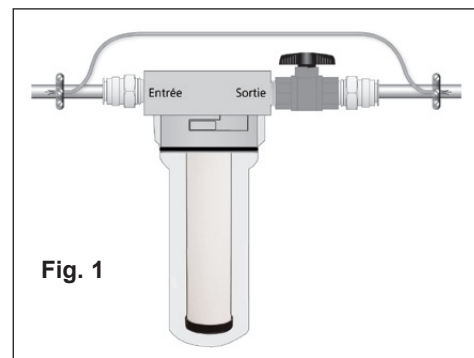
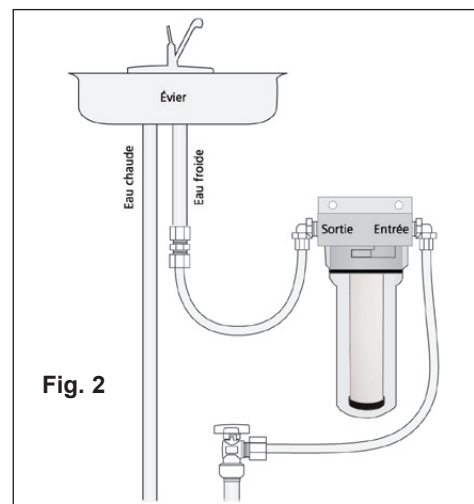

Fig. 1
Fig. 2
Il peut être installé sur la conduite (Fig. 1) ou sous l'évier (Fig. 2).
Pour une installation sans soudure, utilisez le kit de connecteurs Rainfresh CK1P pour l'installation en ligne (Fig. 1) ou le kit de connecteurs CK3 pour l'installation sous l'évier (Fig. 2). (vendu séparément)
2. Installez le filtre en utilisant un nécessaire Rainfresh CK1P pour une installation sur la conduite (fig 1.), un nécessaire CK3 pour une installation sous l'évier (fig. 2), ou des raccords de plomberie standard ; assurez-vous que l'eau circule dans la bonne direction.
3. Tournez le carter 1/8 de tour en sens antihoraire et retirez-le de la tête du filtre. Déballez la cartouche 1M. Le filtre est livré avec un adaptateur (1007-0) qui est vissé sur la cartouche en céramique et en facilite l'installation sur le raccord de la tête (501). Réinstallez le carter en alignant les rainures du carter avec les ergots de la tête (501) et en poussant le carter vers le haut. Tournez le carter de 1/8 de tour en sens horaire pour le bloquer en place.